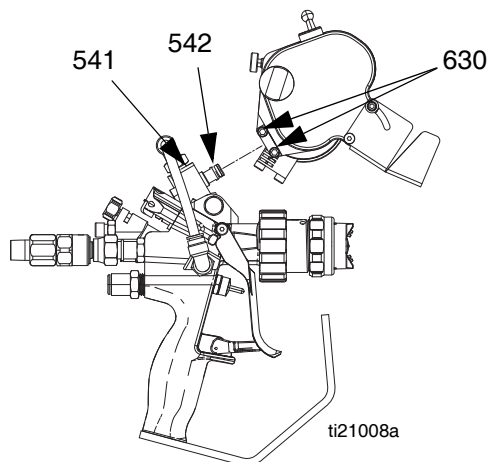

FIG. 6
- a. Si fuera necesario, utilice una llave para ajustar el pivote (541) para que quede en posición paralela con el extremo delantero de la pistola y el extremo abierto apunte a la parte delantera de la pistola. Consulte FIG. 6.
- b. Afloje los tornillos (630). Consulte FIG. 6.
NOTA: Asegure un enganche adecuado de la junta tórica (542) en el conjunto del cortador. Verifique que no haya demasiada fuga de aire porque reducirá enormemente el rendimiento del motor neumático. Consulte FIG. 6.
- d. Apriete los tornillos (630) para bloquear el cortador en posición.